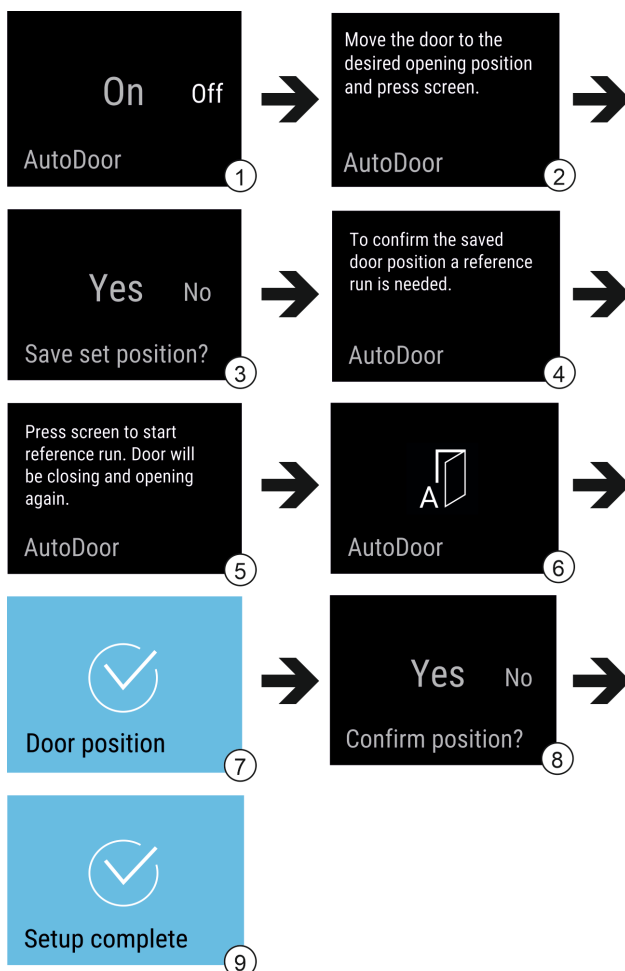

Fig. 13 Voorbeeldweergave van de weergaves in het Engels
- ▶ AutoDoor activeren: Weergave in display op On vegen. Fig. 13 (1)
- ▶ Gedurende 3 seconden op display drukken. Fig. 13 (1)
- ▶ Deuropeningshoek configureren: Deur minstens 70° openen. Fig. 13 (2)
- ▶ Deuropeningshoek bevestigen: Op displaymelding tikken. Fig. 13 (3)
- ▶ Referentiebeweging starten: Op display tikken. Fig. 13 (5)
- ▷ Display knippert. Fig. 13 (6)
- ▷ Referentiebeweging succesvol: Display wordt 2 seconden blauw. Fig. 13 (7)
- ▶ Deuropeningshoek bevestigen. Fig. 13 (8)
- ▷ Display wordt blauw. Fig. 13 (9)